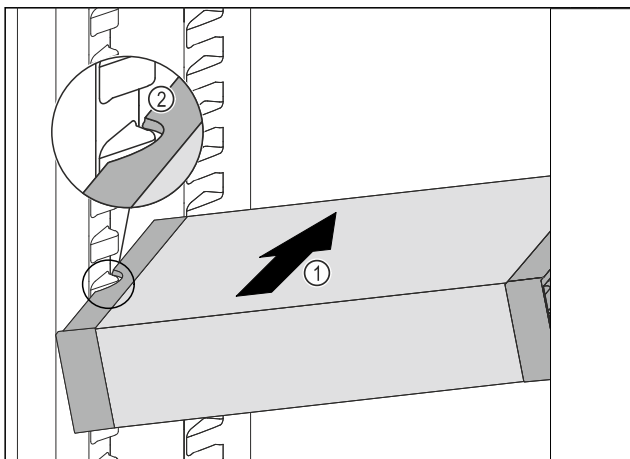

Fig. 78
- Insérer le VarioSafe en biais dans la partie réfrigérateur Fig. 78 (1) jusqu'à ce que les encoches latérales Fig. 78 (2) du VarioSafe se trouvent à la hauteur de la nervure du bac dans la partie réfrigérateur.